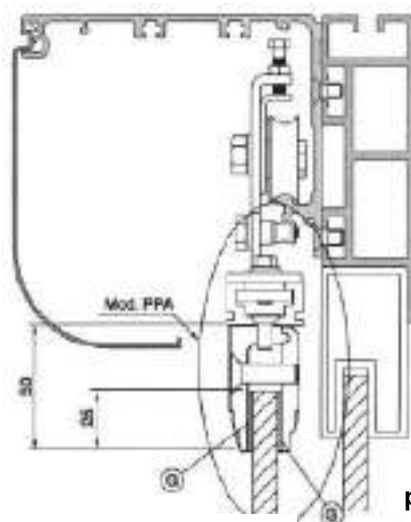

рис. 16
8.2. Стеклопакетные створки (рис. 16)
- Зажим РРА должен крепиться к профилю крепления створки как указано на рис. 16. Необходимо сделать отметку положения крепежа роликов к крепежному профилю створки до того как снять его, чтобы прикрепить зажимы РРА. Это облегчит вам регулировку концевиков створки.